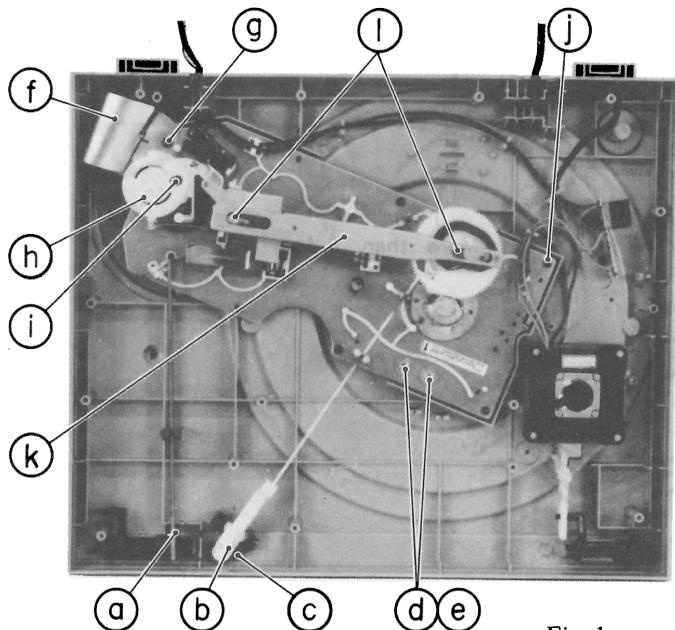
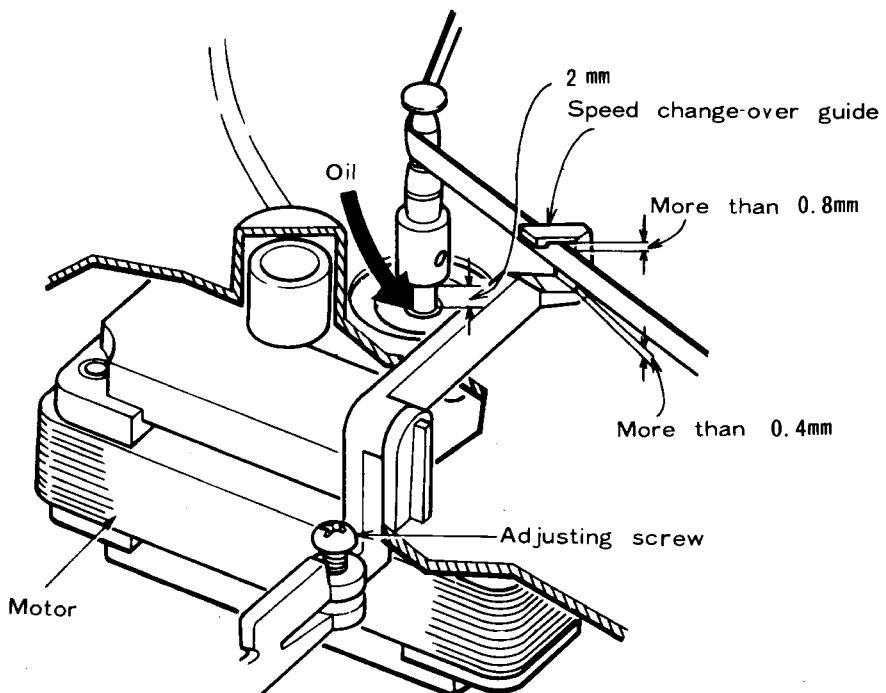

Fig. 1
Fig. 4
- (1) Remove the belt from motor pulley (n) and speed changeover guide (p) and run it round the inside circumference of the platter.
- (2) Remove the platter, fix the tone arm on the arm rest and remove the bottom plate with the set upside-down.
- (3) Remove the cueing wire (a), auto-cut lever (b) and auto-cut button (c).
- (4) Cycle plate fixing nut (d) and motor mounting screw (e) are inside the set. Fix the pivots (2 points) of cycle plate (k) using cycle plate fixing nut (d). Use the bottom plate fixing screws for fixing these. (Fig. 1)
- (5) Now, an operation check is possible in ordinary conditions with the set the right way up again.
- (6) Perform items (1) – (4) in reverse when assembling.
- (7) Fix the bottom plate after inserting the motor rubber into the hole in the cabinet and setting the motor so the motor pulley is positioned in the center of the hole for the motor pulley. (Fig. 4)
- (1) Install the motor pulley so that the gap at the top of the motor is approx. 2 mm.
- (2) Adjust with the shift arm adjusting screw so that gap in the vertical direction between the belt and the speed changeover guide is as shown in Fig. 4 when the speed is 33 rpm. Check that the vertical gap between the belt and the speed changeover guide is 0.4 mm or more when the speed is 45 rpm.
- (1) Die Motor-Riemscheibe so einbauen, daß der Abstand an der Oberseite des Motors etwa 2 mm beträgt.
- (2) Die Einstellung mit Hilfe der Schaltarm-Einstellschraube vornehmen, so daß der Abstand zwischen dem Riemen und der Drehzahl-Umschaltführung bei auf 33 UpM gestellter Drehzahl dem in Abb. 4 gezeigten Wert entspricht. Bei auf 45 UpM gehaltenem Gerät muß der vertikale Abstand zwischen dem Riemen und der Drehzahl-Umschaltführung 0,4 mm oder mehr betragen.
- (1) Monter la poulie moteur de telle sorte que l'écart en haut du moteur soit d'environ 2 mm.
- (2) Faire le réglage d'écartement avec la vis de réglage du bras de changement de position pour que l'écart dans le sens vertical entre la courroie et le guide de changement de vitesse soit comme indiqué sur la Figure 4 quand le sélecteur de vitesse est placé sur 33 tr/min. Voir si l'écart vertical entre la courroie et le guide de changement de vitesse est de 0,4 mm ou plus quand le sélecteur de vitesse est placé sur 45 tr/min.